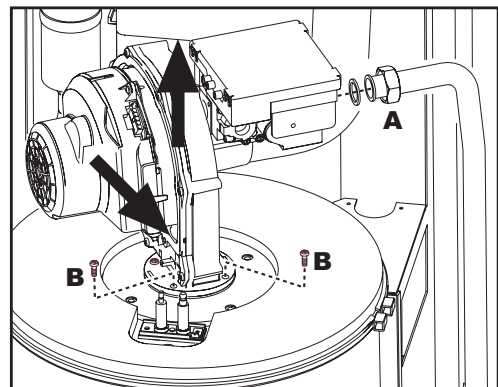
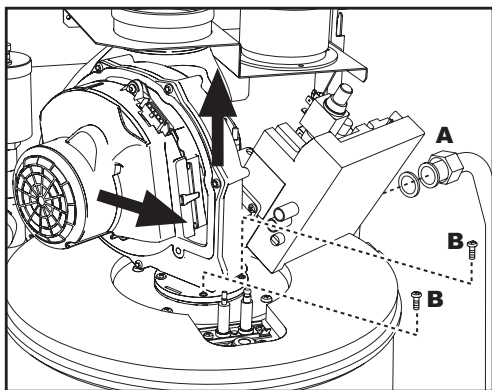

рис. 30 - Модель ENERGY TOP W 70 - W 80
рис. 31 - Модель ENERGY TOP W 125
4. Развинтите хомут "А" крепления газового клапана (рис. 30 и рис. 31).
5. Открутите два винта "В" и демонтируйте блок вентилятора, как указано на рис. 30 для модели **ENERGY TOP W 70 - W 80** и на рис. 31 для модели **ENERGY TOP W 125**.